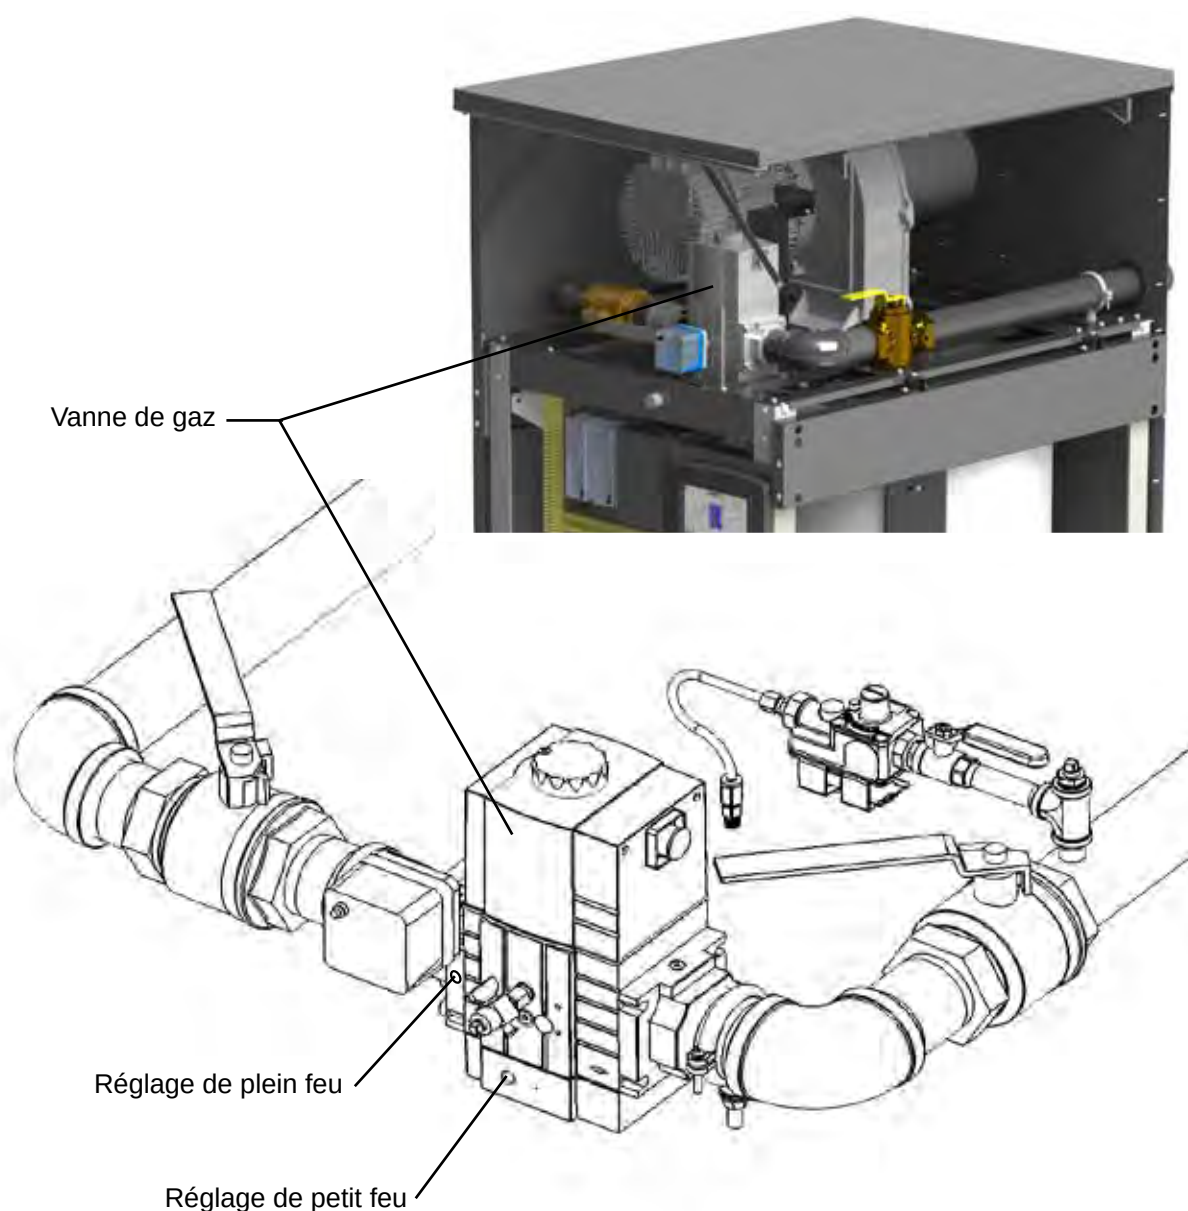

Figure 31. Réglages de plein feu et petit feu sur la vanne de gaz
1. Le Delta T désiré peut être défini à n'importe laquelle de ces valeurs en déplaçant ou en ajoutant des cavaliers à la borne JP2 sur le contrôle (Voyez la Figure 31) :